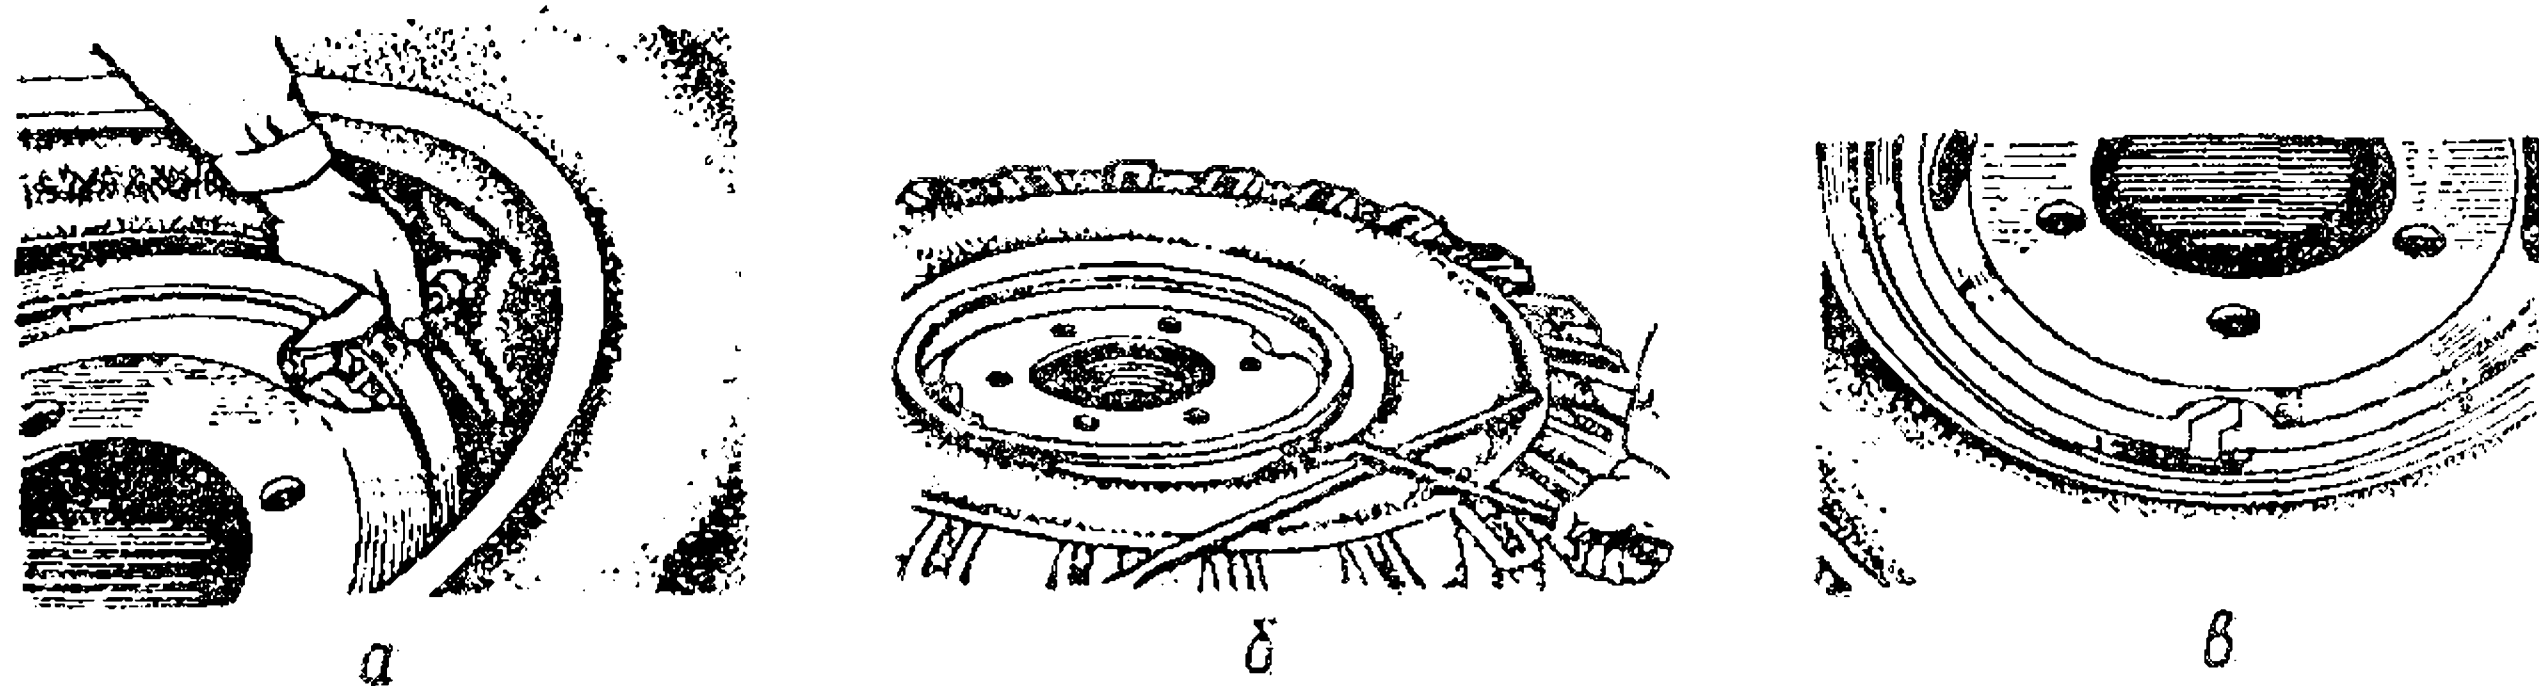

Рис. 35. Сборка колеса с шиной
2. Вставить в покрышку камеру и слегка накачать ее, заправить ободную ленту, затем шину положить на обод с перекосом, расположив вентиль против вентиляльного паза (рис. 35а). Ввести вентиль в вентиляльный паз. Приподнять шину со стороны вентиляльного паза и надвинуть ее на обод так, чтобы нижний ее борт попал в монтажный ручей обода. Надеть шину на обод полностью и нажать на наружный борт над вентилялом так, чтобы вентиль вышел из отверстия в диске.
3. Вставить конец монтажной лопатки с изогнутым концом в замочную канавку обода, а прямую лопатку положить на борт шины перпендикулярно правой лопатке. Прилагая усилия к первой лопатке, осадить верхний борт шины вниз за посадочную полку обода (рис. 35б).
4. Надеть бортовое и замочное кольца, совместив разрез замочного кольца с ограничителем и специальную выштамповку на кромке замочного кольца с одним из демонтажных пазов бортового кольца (рис. 35в).